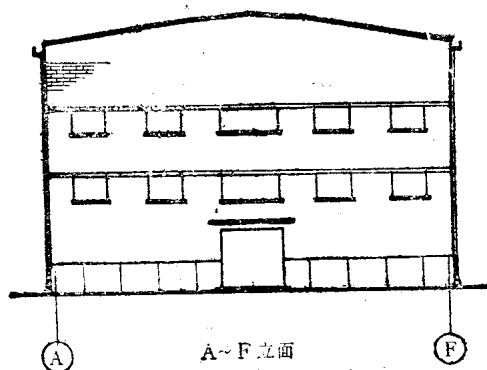

图 3 A~F 立面
从④~⑥立面图中看出,山墙顶为多边形,顶部有压顶。山墙正中为平开大门,门上为雨篷,上部有侧窗,每一山墙柱间有上、下两道侧窗。侧窗上边均有一道水平圈梁。山墙面为清水墙,勒脚为抹灰面,有竖向分格线(图3)。